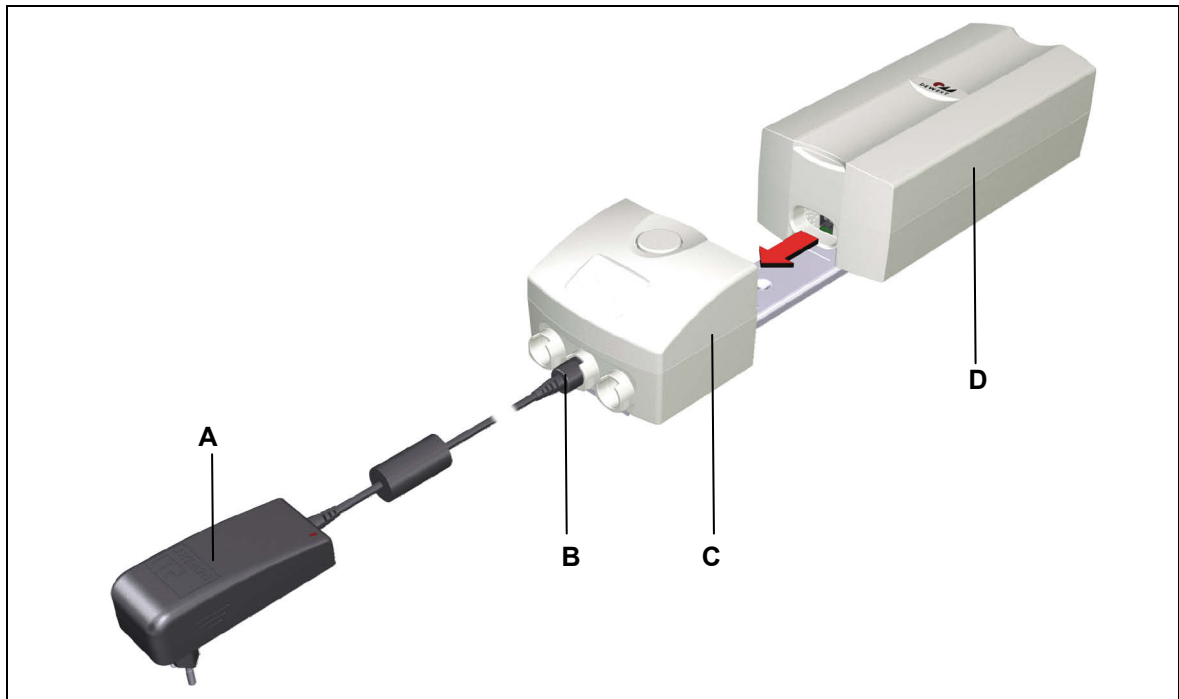

Abbildung 20 Laden des ACCU AC 4.5 bzw. ACCU AC 4.5DC an der Ladestation
- 5 Schließen Sie den PLUG-IN CHARGER PB 4.5 an die Ladestation an, wie in Abbildung 20 gezeigt.